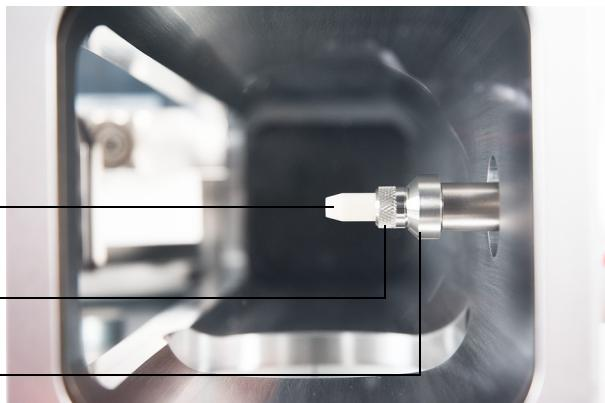

図 18 インターフェイスチップシール
- CI イオン源、EI エクストラクタ イオン源、または HES が取り付けられていることを確認します。EI SS または不活性イオン源が取り付けられているときは、このチップシールとスプリングを取り付けないでください。(図 18 を参照してください)。